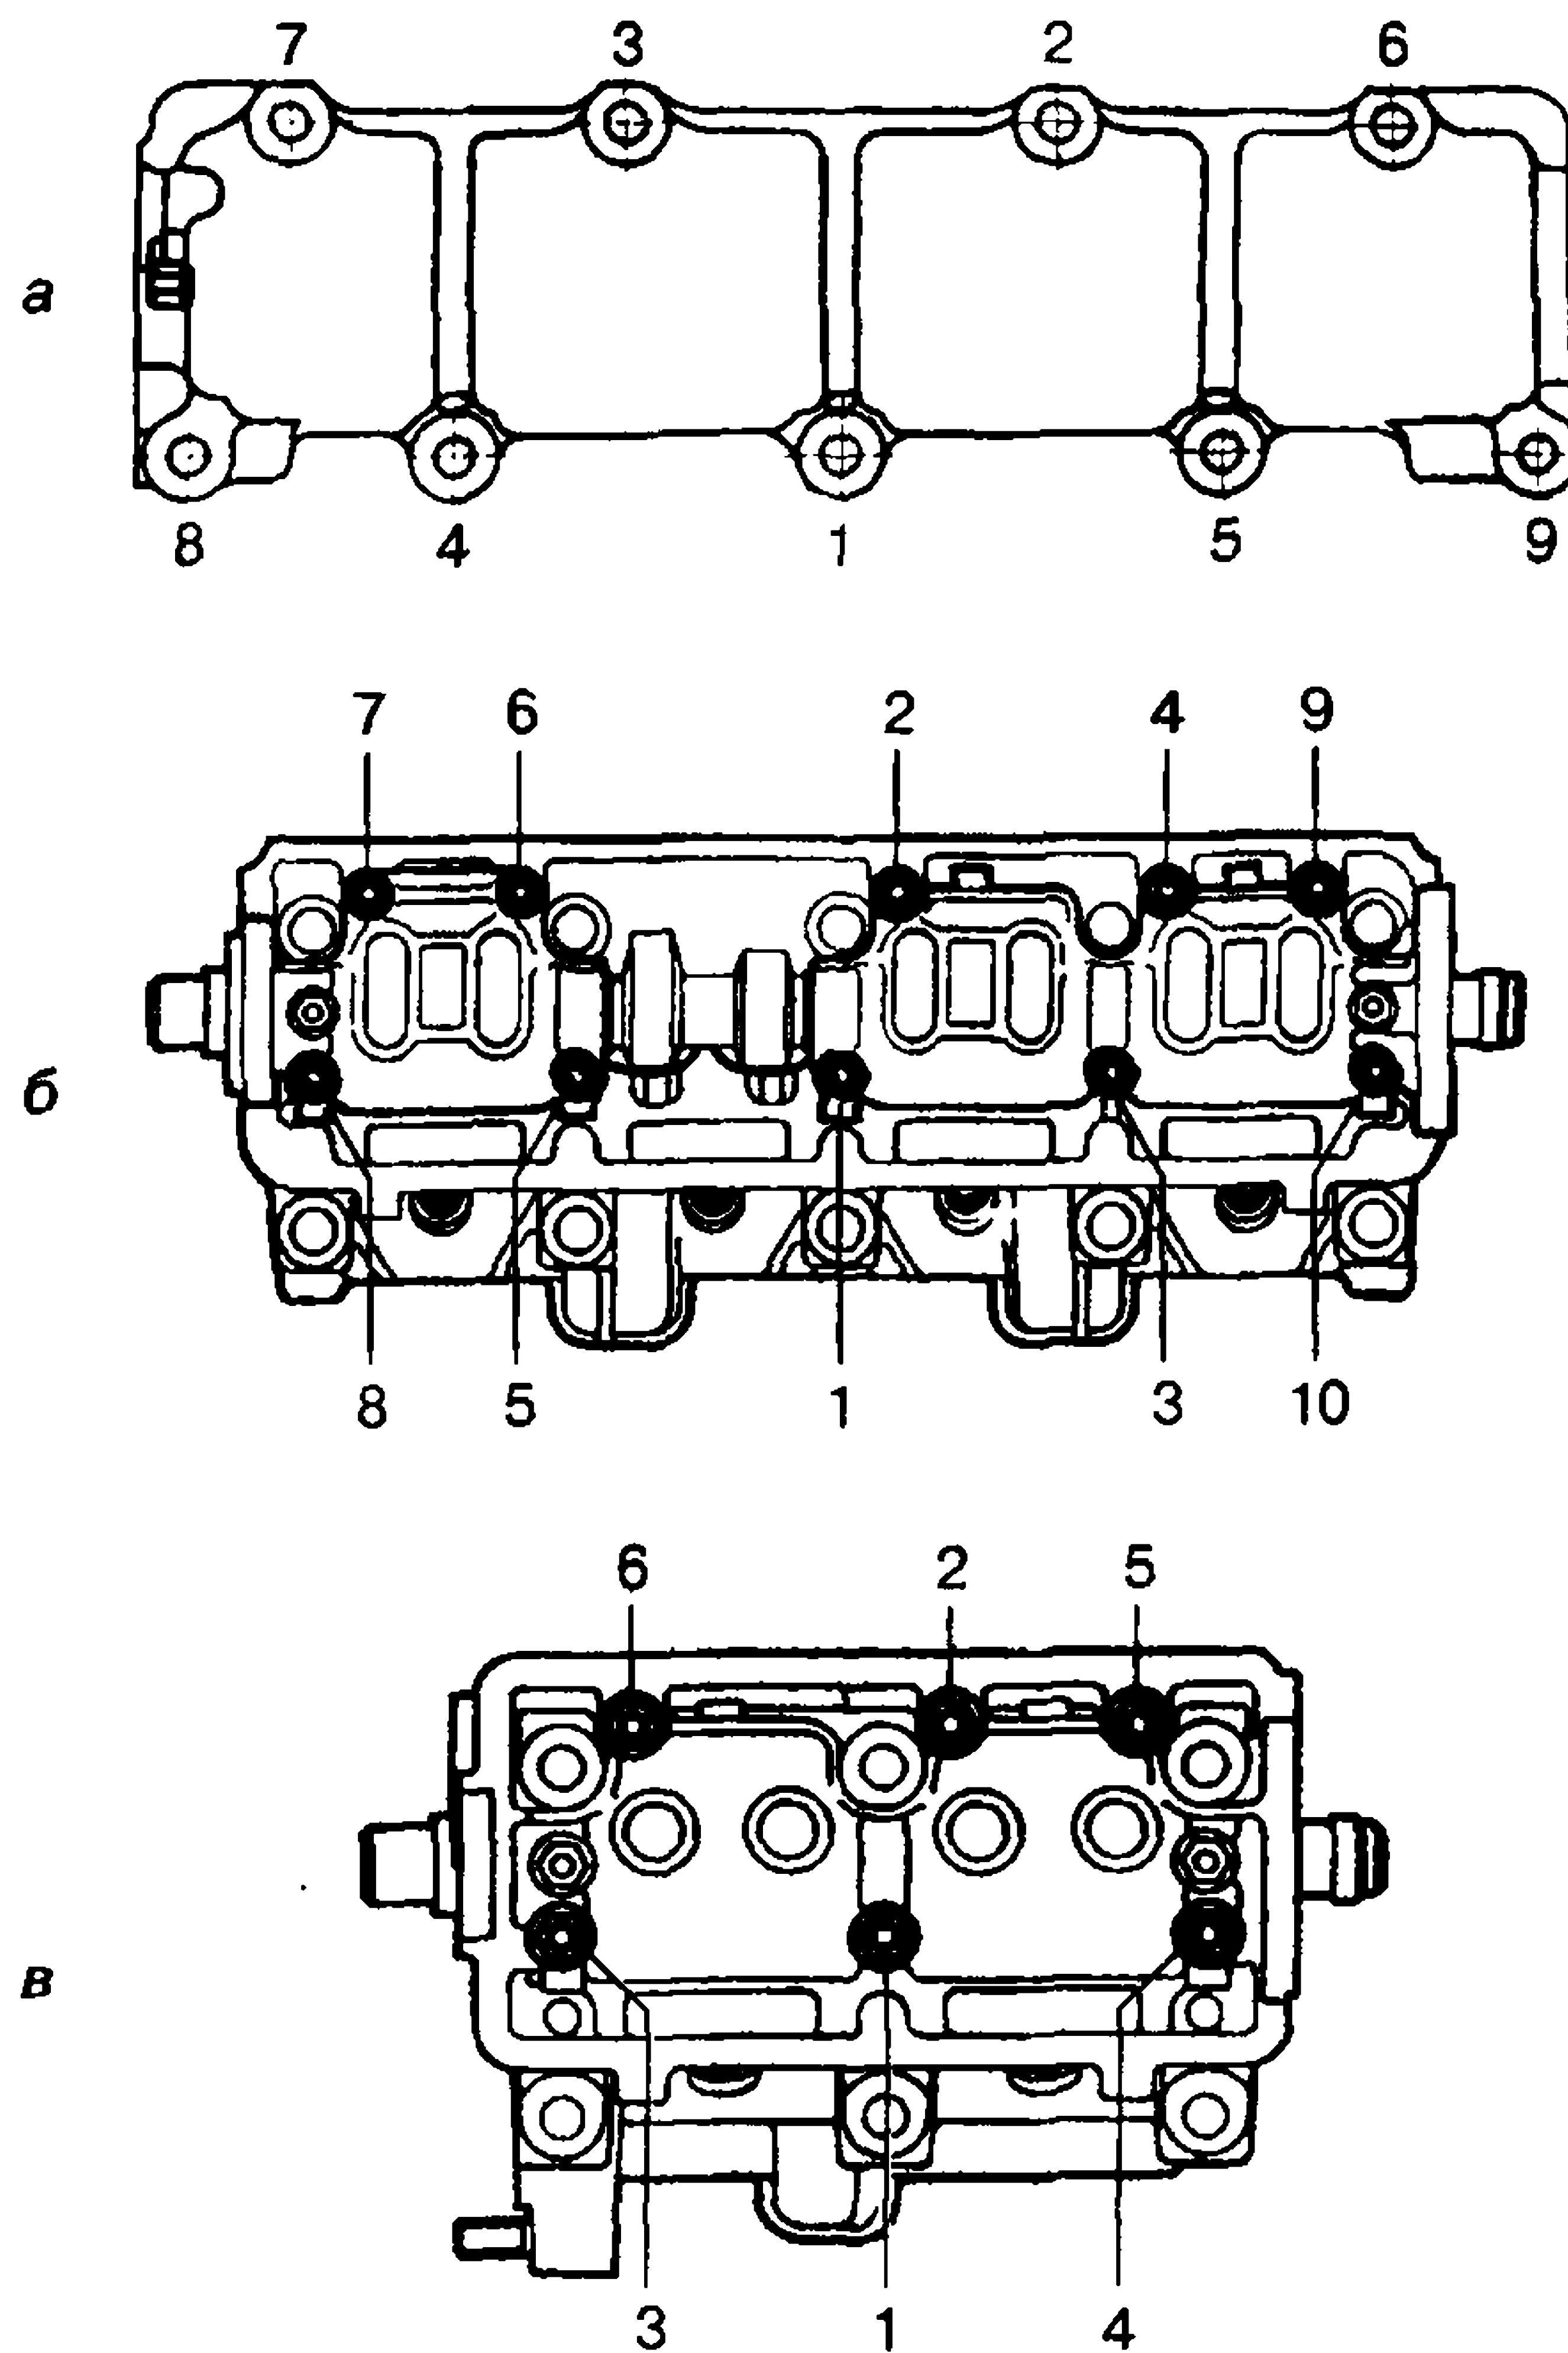

Рис. 63. Последовательность затяжки гаек крепления корпусов подшипников распределительного вала:
- 1) предварительно затянуть гайки в рекомендованной последовательности (рис. 63) до прилегания поверхностей корпусов подшипников к головке цилиндров так, чтобы установочные втулки корпусов свободно вошли в свои гнезда;
12. Снять звездочку и, не изменяя положения вала, установить корпус подшипников на головку цилиндров и закрепить, затягивая гайки в нужной последовательности (см. рис. 63), с моментом затяжки 1,9–2,3 кгс · м.